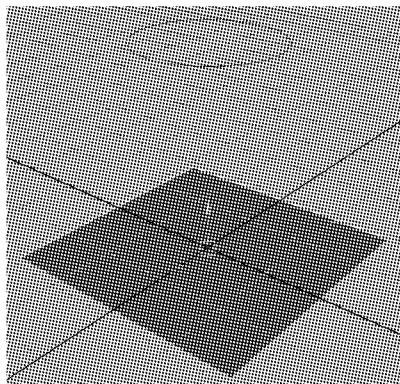

图 3-22 创建曲面与线
(1) 创建一个曲面和一条封闭曲线,使之互相平行,如图 3-22 所示。